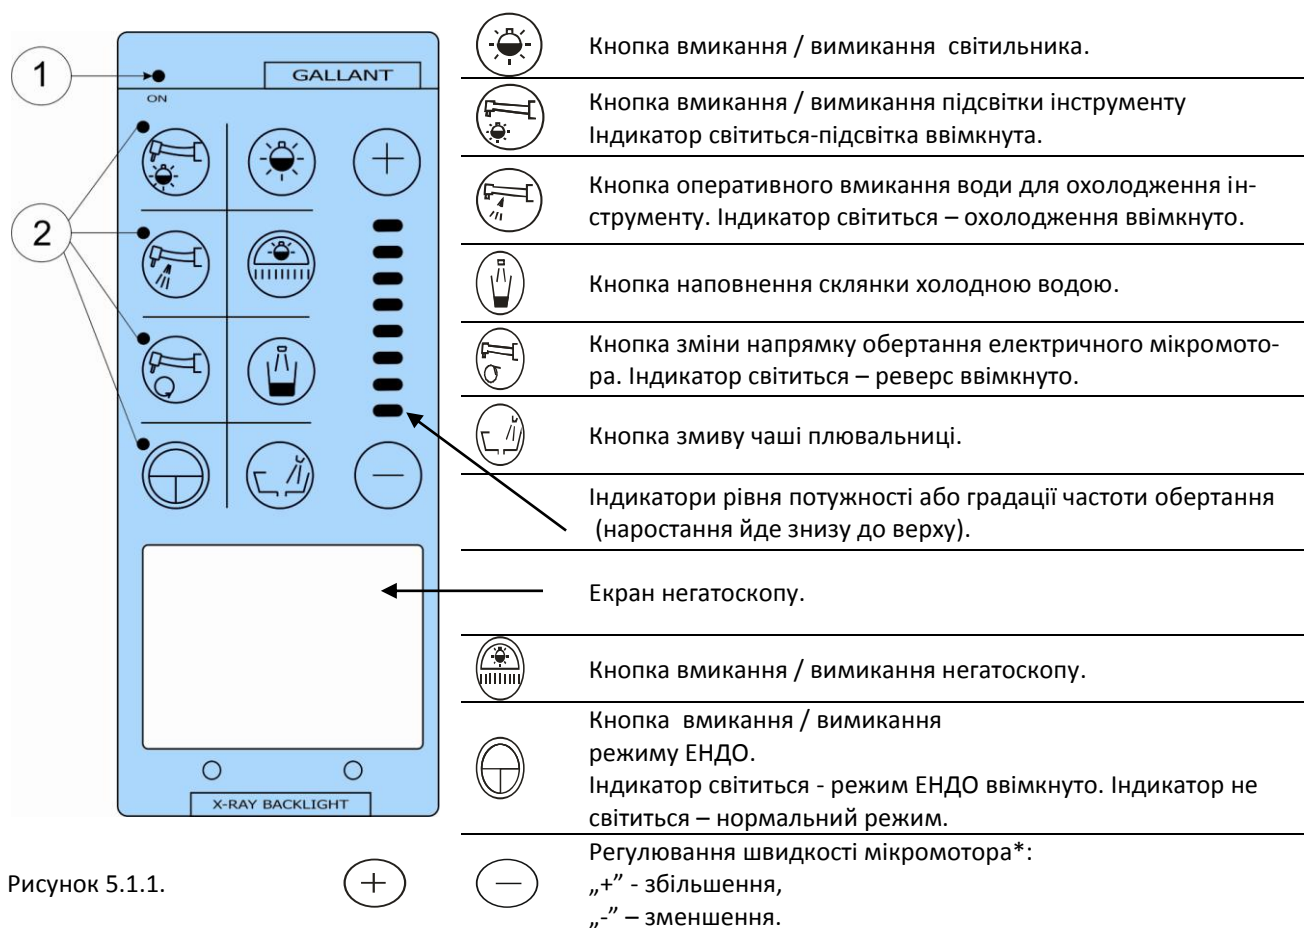

Рисунок 5.1.1.
- при короткочасному натисканні **кнопки наповнення склянки**  на пульті блоку інструментів лікаря, (Рисунок 5.1.1) або на пульті асистента (для виконань з пультом асистента) - вода поступає в склянку протягом 3 сек. При повторному натисканні кнопки пульта керування раніше 3 сек. подача води в склянку припиняється;
- при короткочасному натисканні **кнопки змиву чаші**  на пульті блоку інструментів лікаря, (Рисунок 5.1.1.) або на пульті асистента (для виконань з пультом асистента) – здійснюється змив чаші на протязі (10-12) сек. При повторному натисканні кнопки пульта керування раніше (10-12) сек. змив чаші припиняється.
При виконанні стоматологічної установки з опцією ЕНДО на блоці лікаря встановлюється пульт керування з індикатором потужності згідно Рисунок 5.1.1.